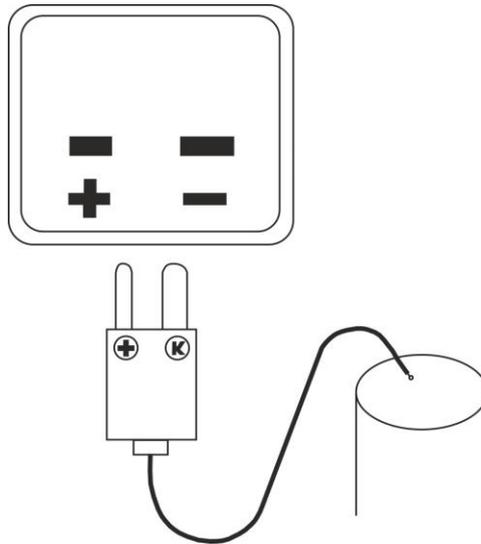

Fig. 5: Inserción sonda tipo K en el instrumento
1. Abra la tapa de protección del terminal de entrada (ver Fig. 1 – parte 8) e inserte la sonda de tipo K respetando las polaridades indicadas (ver Fig. 5)